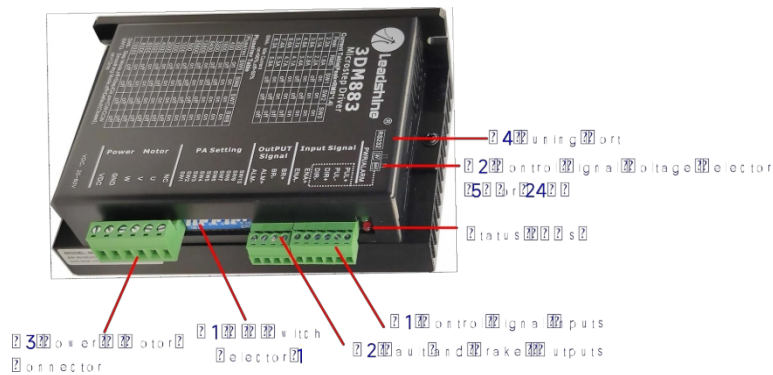

Abbildung 2: Anschlüsse, DIP-Schalter und LED-Positionen
- (1) Das ENA-Signal ist standardmäßig nicht angeschlossen;
- (2) Die Amplitude des Steuersignals beträgt standardmäßig 24 V. Bei 12 V stellen Sie bitte zunächst den Wahlschalter S2 (Abbildung 2) auf 5 V ein und schließen Sie dann einen 1-kΩ-Widerstand an; bei 5 V stellen Sie S2 bitte auf 5 V ein.
Der zweite 1-Bit-Wahlschalter befindet sich oben (S2 in Abbildung 2) und dient zur Konfiguration der Spannung der Steuersignale. Aus Sicherheitsgründen bei optisch gekoppelten Schaltungen beträgt die Werkseinstellung 24 V, wodurch im Gegensatz zu den alten Antrieben keine 2-k Ω -Widerstände angeschlossen werden müssen, was die Handhabung vereinfacht. Wenn die Spannung des Steuersignals 5 V beträgt, muss S2 auf 5 V eingestellt werden, andernfalls **funktioniert der Motor nicht**.